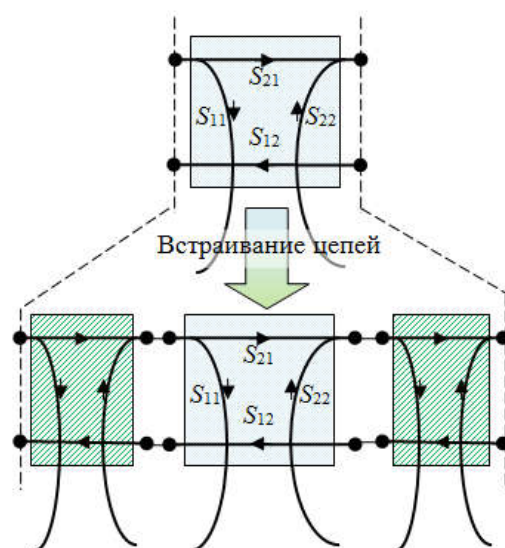

Рисунок 2.197 – Встраивание цепей
2.3.5.7.2 Функция «встраивание цепи», наоборот, вносит влияние несуществующей при измерениях цепи (рисунок 2.197). Это может быть полезно при настройке устройства, которое будет включено в блок, содержащий некоторые корректирующие цепи или нагрузки.